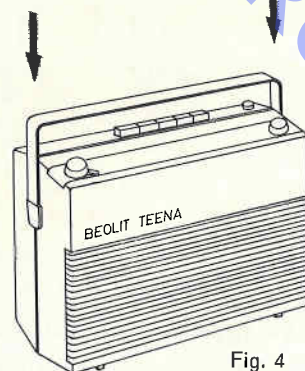

Fig. 4
1. Håndtaget demonteres med et slag i pilens retning (Fig. 4).